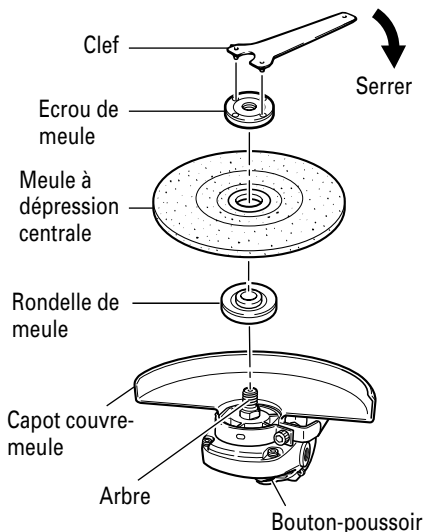

Fig. 5
- (1) Mettre la meuleuse à disque à l'envers de façon que l'arbre soit dirigé vers le haut.
- (2) Aligner l'entaille de forme ovale de la rondelle de meule avec l'encoche de l'arbre, puis les attacher.
- (3) Positionner la protubérance de la meule à dépression centrale sur la rondelle de meule.
- (4) Visser l'écrou de meule sur l'arbre.
- (5) Tout en poussant sur la bouton-poussoir avec une main, verrouiller l'arbre en tournant doucement la meule à dépression centrale avec l'autre main. Serrer l'écrou de meule en utilisant la clef comme montré sur la Fig. 5.